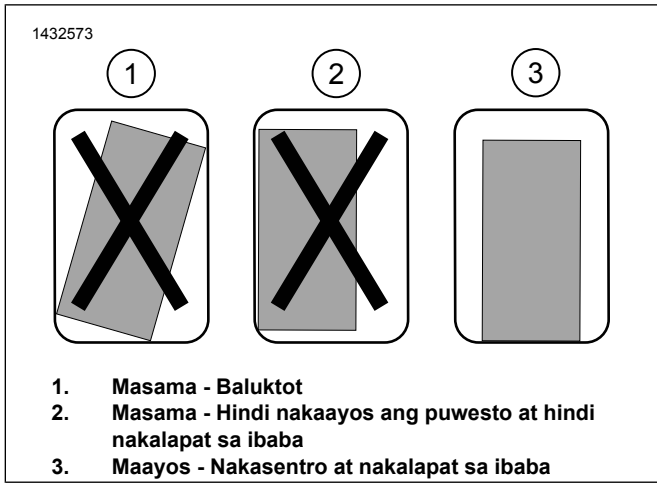

Figure 11. Pagkakabit ng Mount Bracket
- a. Figure 11 Subukan kung magkakasya ang mount bracket. Dapat nakatuwid, nakasentro, at nakalapit sa pinakaibaba ng saddlebag hangga't maaari ang bracket.
- c. Figure 11 Subukan kung kakasya ang huling lokasyon habang tinitiyak na nakatuwid, nakasentro, at nakalapit sa pinakaibaba ng saddlebag hangga't maaari ang bracket.